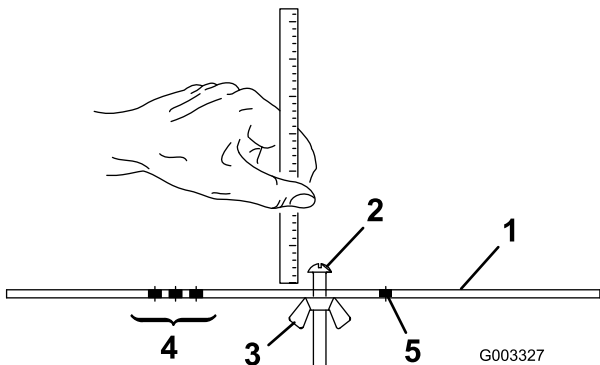

图20
2. 松开调刀尺上的螺母（图20），并将调节螺丝设定为所需的剪草高度。